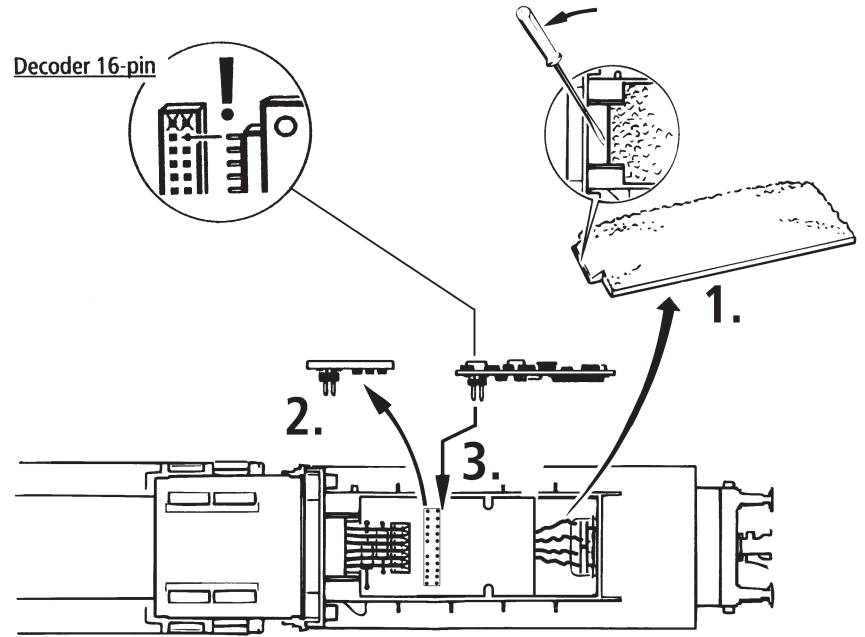

Fig. 4
First remove Tender body (fig. 6+7). Then remove the jumper from the interface. Finally put the plug of the chip into the interface as shown in fig. 4.
**Exploitation en télécommande multi-trains:** Veuillez démonter d'abord la caisse du tender (fig. 6+7). Enlevez ensuite la fiche de shuntage de l'interface (à conserver!) et enfichez finalement la fiche du module de télécommande aux prises de l'interface. Veillez à la position correcte de la fiche (voir fig. 4).